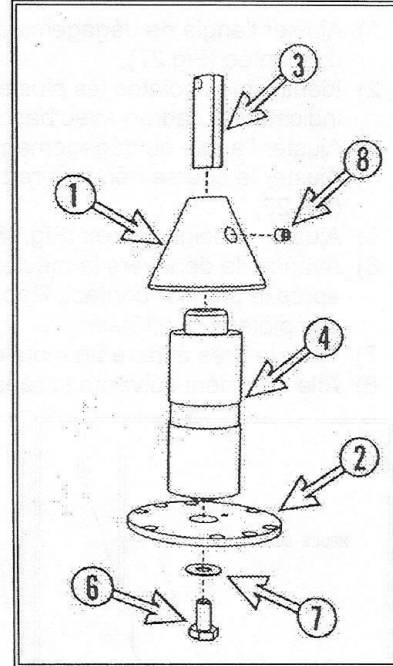

FIGURE 31
- 1) Assembler tel qu'illustre la Fig.31,